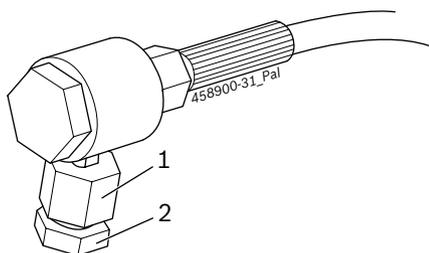

Рис. 38: Шлангопровод высокого давления с заглушкой
2. Ввернуть и затянуть заглушку 1 683 080 012 (Рис. 38, поз. 2) на разьеме (Рис. 38, поз. 1) соединительного адаптера для CRI/CRIN и CRI Piezo. Момент затяжки: 30 Нм